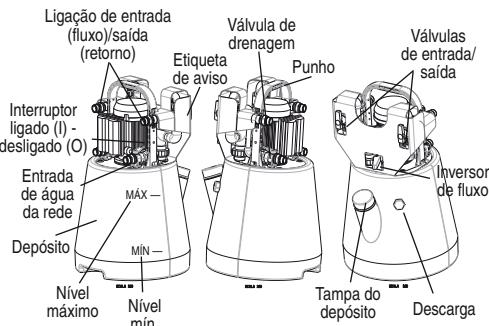

Figura 1 – Bomba de descalcificação RIDGID DP-24
- Presença e legibilidade do rótulo de aviso (ver figura 1).
3. Abra a tampa do depósito e encha o depósito com solução de descalcificação para garantir que a caixa do rotor da bomba esteja submersa durante o funcionamento. Não encha o depósito para além do Nível máximo, ver Figura 1.